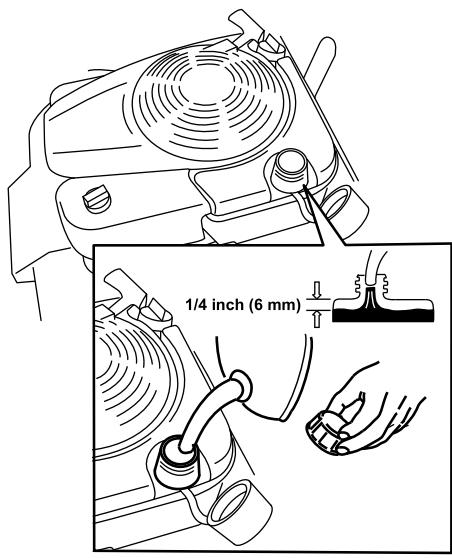

Figure 11
- Nettoyez la surface autour du bouchon du réservoir de carburant et enlevez le bouchon (Figure 11).